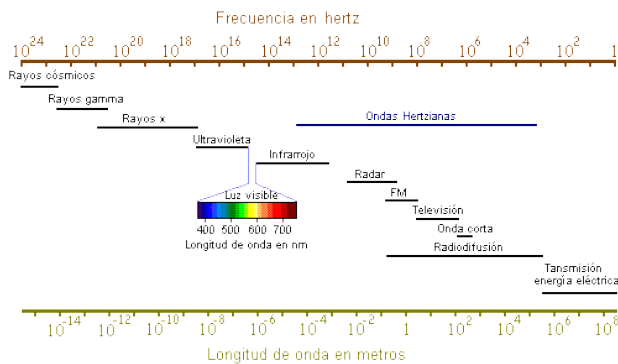

Figura 1. Espectro Electromagnético [1]
2.2 Espectro Electromagnético: Es un conjunto de ondas electromagnéticas clasificadas según su longitud y frecuencia como se muestra en la Figura 1.